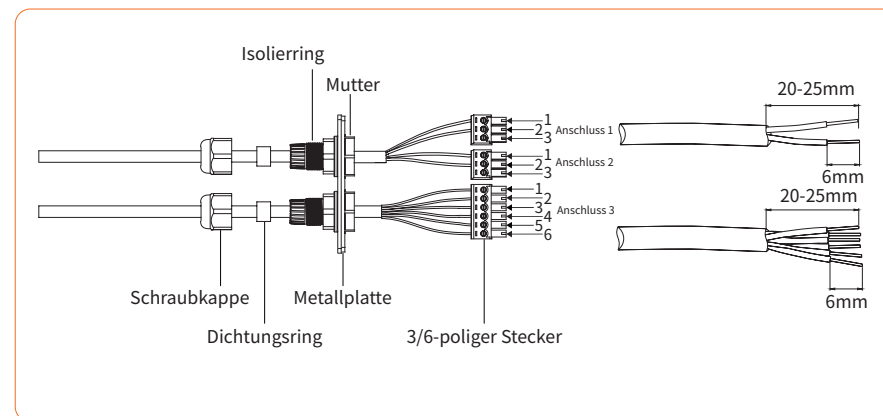

Abbildung 4-28
- Führen Sie das Kabel durch den Stecker und schließen Sie es in der folgenden Reihenfolge an die Klemme an: Schraubkappe, Dichtungsring, Isolator, Metallplatte, Mutter und 3/6-poliger Stecker, wie in Abbildung 4-28 gezeigt: